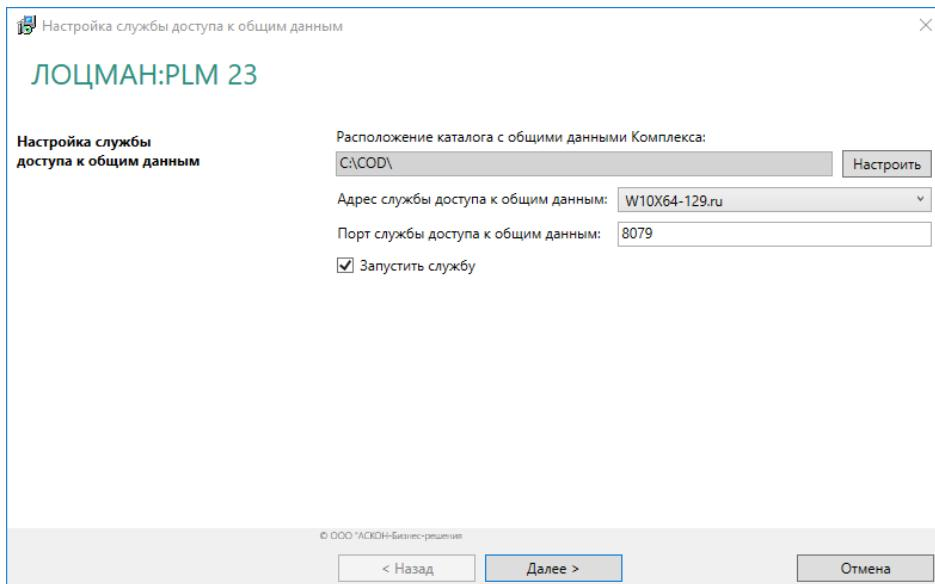

Рис. 3.7
1. В окне мастера (рис. 3.7) справа от поля **Расположение каталога с общими данными Комплекса** (поле нередактируемое, предназначено для информации) нажмите кнопку **Настроить**. В открывшемся стандартном диалоге Windows настройте доступ к сетевому ресурсу каталога с общими данными.